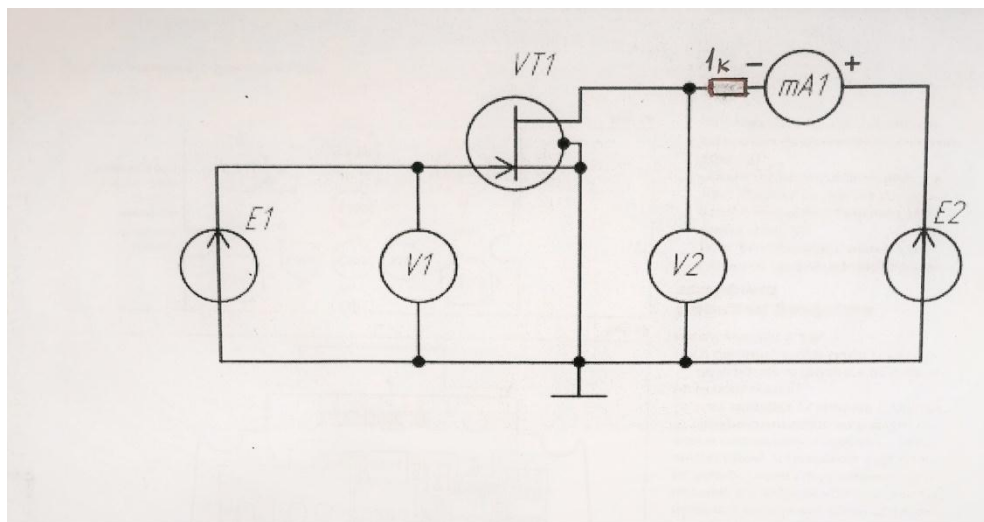

Рисунок 21 – Схема исследования усилителя на полевом транзисторе
4.3.1 Собрать схему усилителя (рисунок 21). При этом проводники, подключённые к источникам **E1** и **E2** должны быть временно отсоединены.